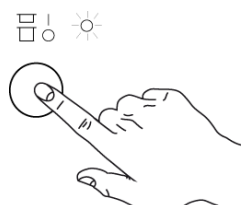

Fig.27
- 4- Chiudere la porta e premere il TASTO "A" per accendere la macchina indicato dalla spia luminosa VERDE "D". (Fig.27)